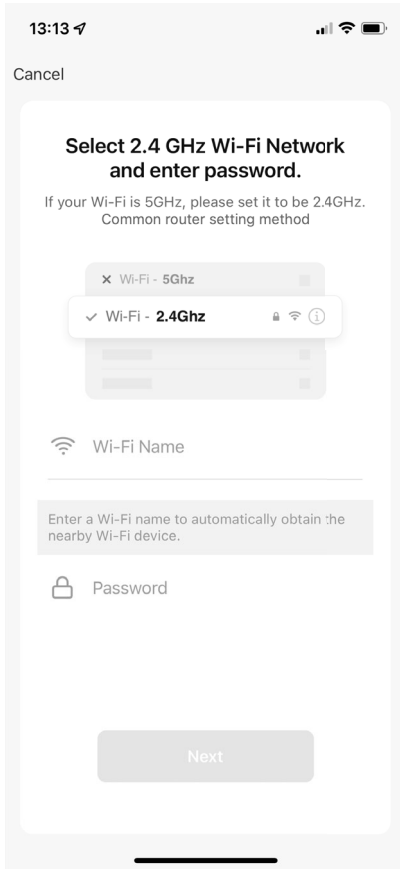

Fig. 3
- En el siguiente paso, entre la contraseña de su red wifi (**fig. 3**) y después pulse **SIGUIENTE**.